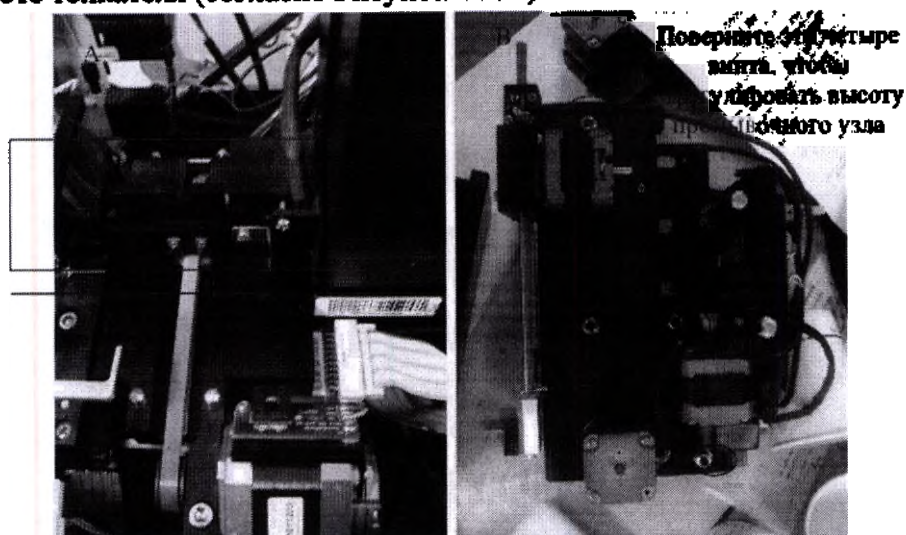

Рисунок 114.
(1) Если кюветы не могут плавно перейти от устройства переноса в промывочном узле к толкателю (как изображено на рисунке 114А), то четыре винта на нижней части шайбы можно отрегулировать таким образом, чтобы они соответствовали высоте толкателя (согласно Рисунок 114В).